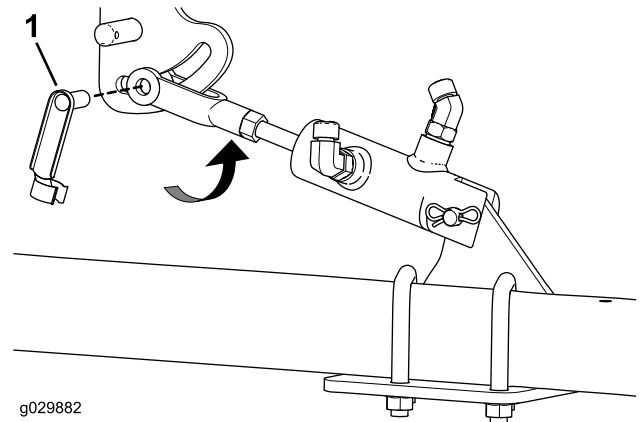

Figura 9
4. Introduzca el pasador con muelle de retención por la horquilla del acoplamiento y gírelo para bloquearlo (Figura 9).